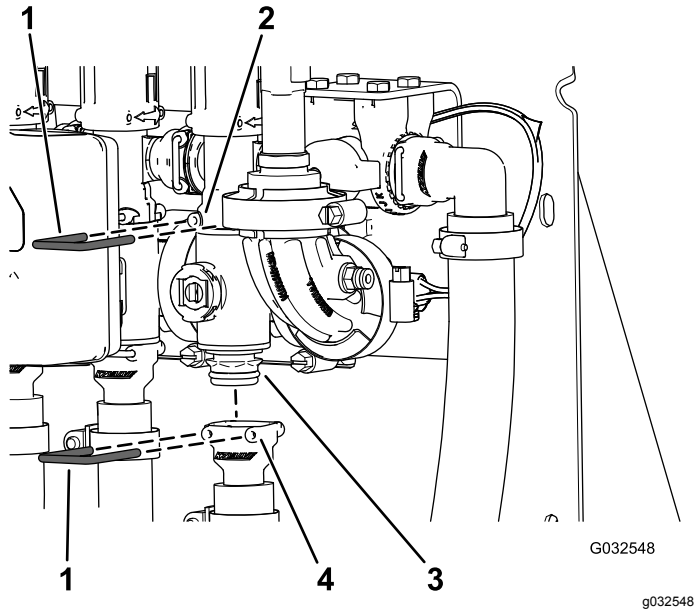

図 109
2. 個別ブームバルブのマニホールドをバイパスフィッティングに固定しているリテーナを外す 図 109。